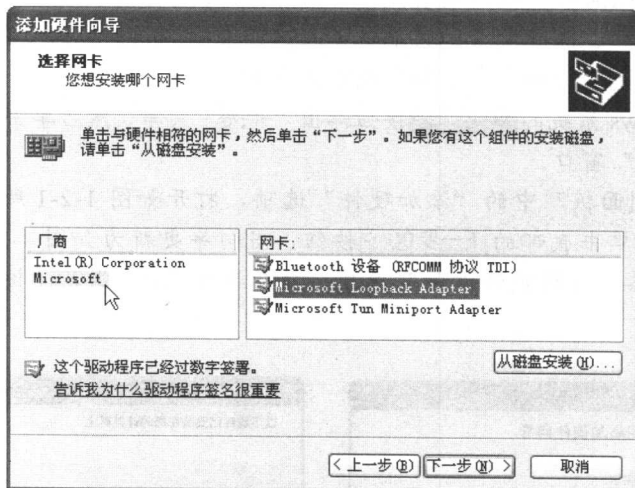

图 1-2-5 “添加硬件向导”对话框 5
(4) 单击向导中的“网络适配器”选项，然后再单击 **下一步(N) >** 按钮，向导将会自动更新至如图 1-2-5 所示的对话框 5。
(5) 在厂商栏里选取“Microsoft”选项，网卡栏里选择“Microsoft Loopback Adapter”